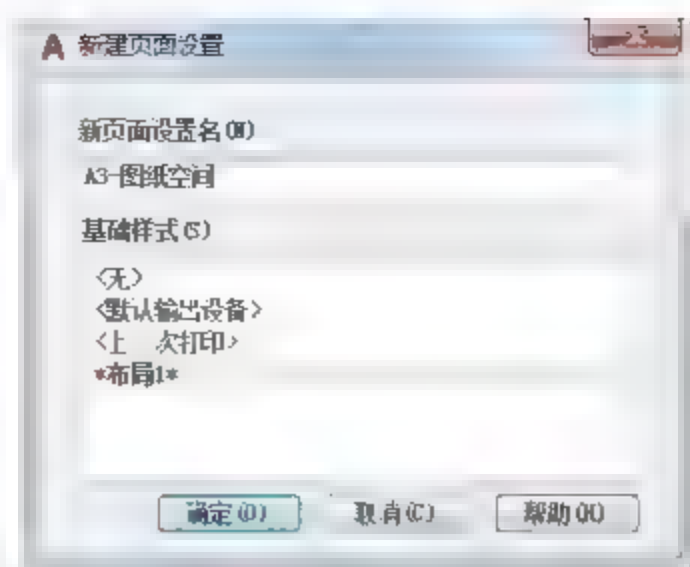

图14-23 设置名称
- 03 弹出【页面设置管理器】对话框，单击【新建】按钮，创建新的页面设置【A3-图纸空间】，如图14-23所示。